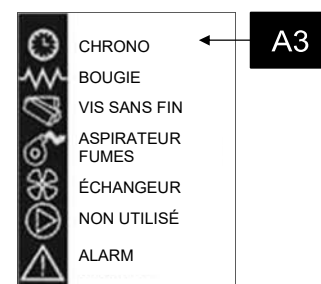

Figure 1
- (A3) ÉTAT **page 80 F-2 page 96 figure 1**
Dans la **figure 1** vous trouverez un exemple de poêle éteint ou allumé.
Quand le LED est allumé, le component correspondant est activé (**page 96 figure 1**).